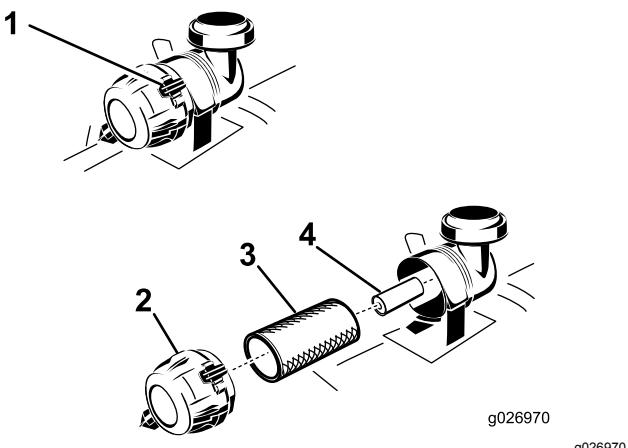

Figura 41
4. Rilasciate i dispositivi di fermo sul filtro dell'aria e tirate via il coperchio dal corpo del filtro dell'aria (Figura 41).
6. Estraete con cautela il filtro primario dal corpo del filtro dell'aria (Figura 41).
2. Se sostituite il filtro interno, inseritelo con cautela nel corpo del filtro (Figura 41).
3. Montate con cautela il filtro primario sul filtro di sicurezza (Figura 41).
4. Installate il coperchio del filtro dell'aria con il tappo di sfialto verso il basso e ruotate in modo che i dispositivi di fermo bloccino il coperchio nella corretta posizione (Figura 41).